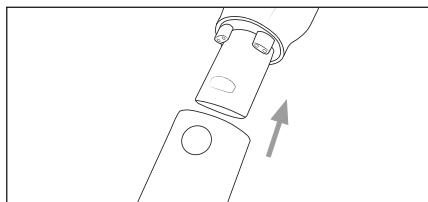

Fig. 11
- ♦ Monte el cepillo combinado 2 en 1 ❶ en el tubo de aspiración ❸ o en el orificio de aspiración del aparato hasta que encastre con un chasquido (consulte la fig. 11). Para ello, asegúrese de que el encastre esté en la posición correcta.